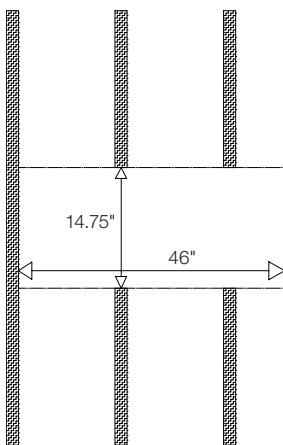

図15
2. SCL-2に必要なスペース(図15)内に落ちたウォール・スタッドを完全に取り除きます。**ウォール・スタッドがベアリングスタッドに負荷をかけないことをあらかじめご確認ください。**